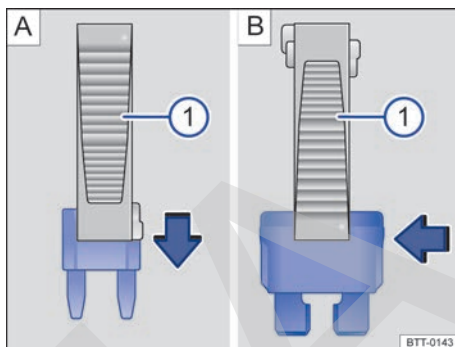

Fig. 176 Quitar o instalar un fusible con la garra de la pinza de plástico .
- De ser necesario, retirar la pinza de plástico ⇒ fig. 176  de la cubierta de la caja de fusibles.
- En caso de *fusibles pequeños*, encajar la garra ⇒ fig. 176  por encima ⇒ fig. 176 A.
- En caso de *fusibles mayores*, empujar la garra ⇒ fig. 176  lateralmente sobre el fusible ⇒ fig. 176 B.